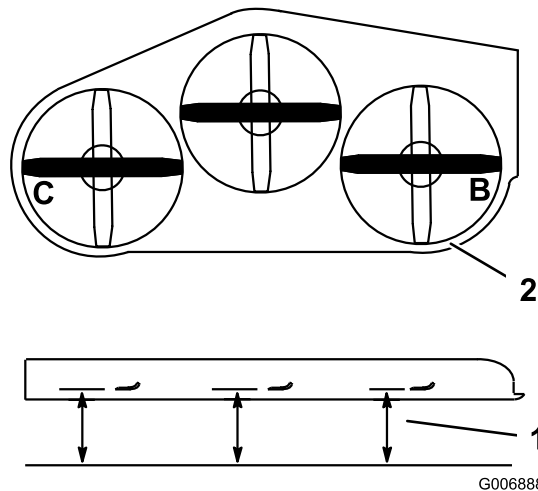

図 83
3. デッキのブレードを左右方向に向ける。B位置とC位置とで（図 83）、平らな床面からブレードの刃先までの高さを測る。